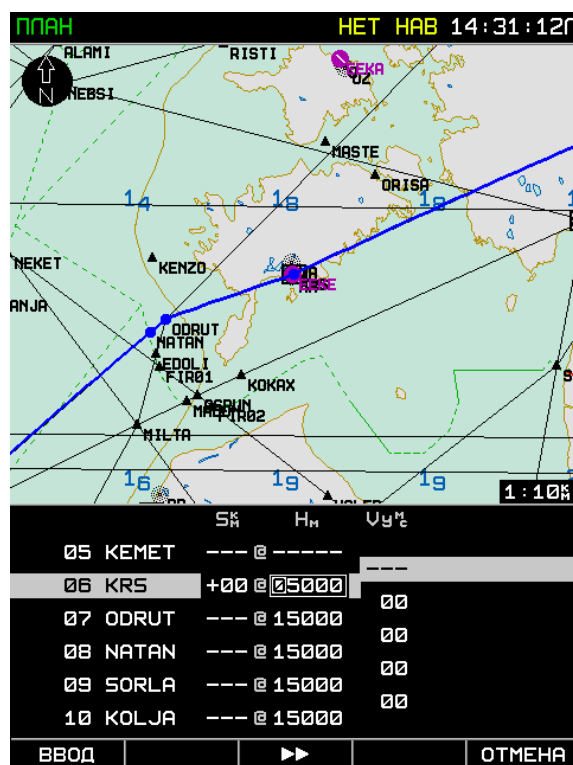

Рис. 72. Ввод планируемого эшелона полета
3. Для участка маршрута, на котором заданная высота должна быть достигнута ввести ее значение (Рис. 72).